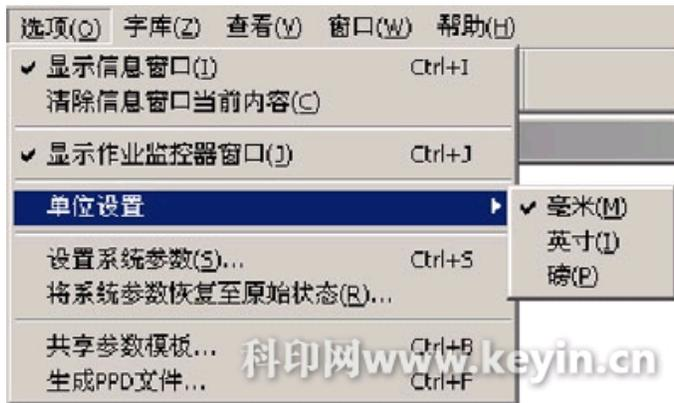

图2 选择度量单位
2. 启动方正写真数码打样软件后，首先需要设定在方正写真数码打样系统中使用的度量单位。在选项菜单下可以选择“单位设置”，并选择所需的度量单位，如图2所示。